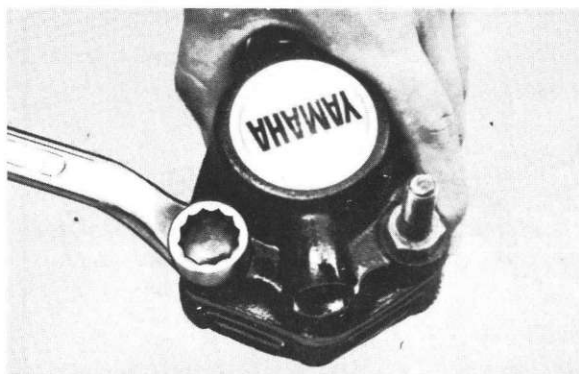

Fig. 5-3-16
- 5) Remove the two bridge bolts and two hexagon bolts. (Fig. 5-3-16)
- 5) Enlever les deux boulons libres et les deux vis à six pans creux. (Fig. 5-3-16)
- 5) Die beiden Stegbolzen und Sechskantschrauben lösen. (Abb. 5-3-16)